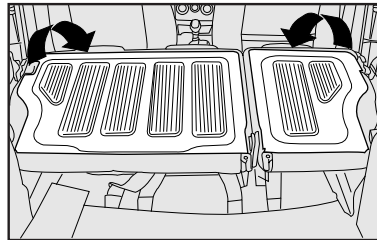

fig. 104
5) Incline hacia adelante el respaldo, haciendo pasar lateralmente los cinturones, hasta apoyarlos sobre el asiento trasero **fig. 104**.